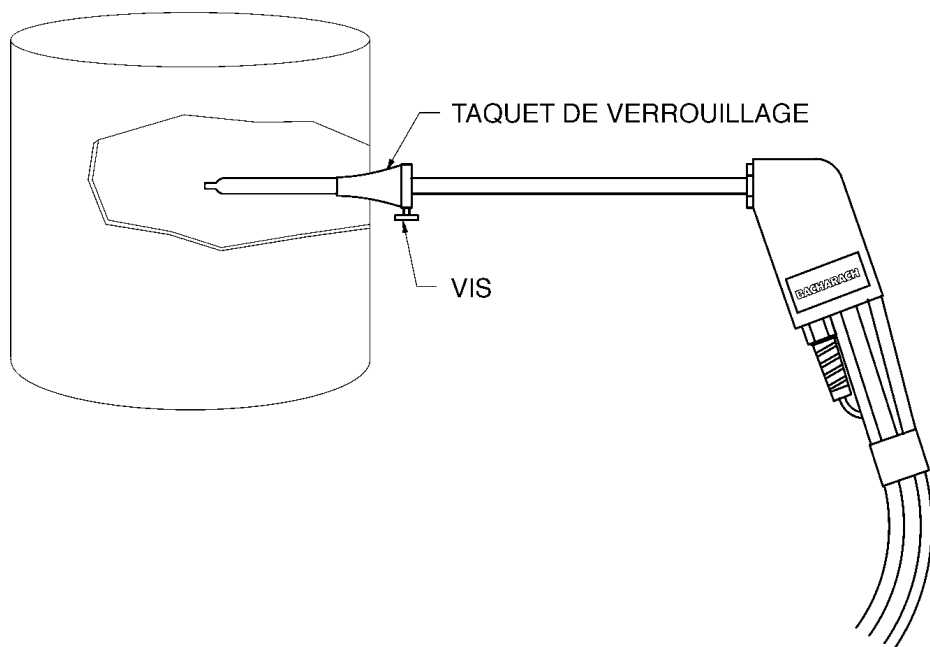

Figure 4-2. Installation de la sonde
1. Après avoir percé un orifice d'échantillonnage dans la cuve (Section 4.2), et avoir mis en marche l'analyseur (Section 4.3.1), vissez le taquet de verrouillage de la sonde fourni avec la sonde et son tuyau dans l'orifice d'échantillonnage (Figure 4-2).